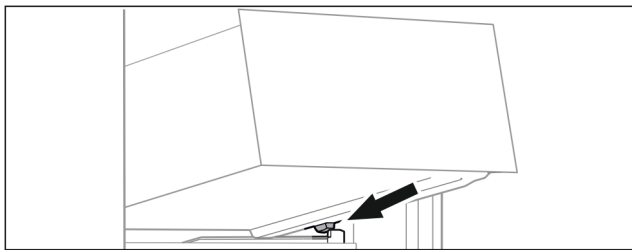

Fig. 121
- ▶ Sätt utdragslåda i vinkel på behållarens galler bakom de bakre stopplackarna. (se Fig. 121)